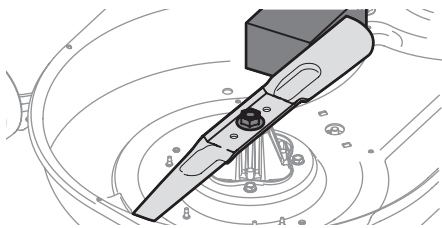

Figura 46
- Coloque un bloque de madera entre el deflector del alojamiento de la plataforma y la cuchilla de corte para que actúe como estabilizador. Consulte la Figura 46.
3. Coloque un bloque de madera entre el deflector del alojamiento de la plataforma y la cuchilla de corte para que actúe como estabilizador. Consulte la Figura 46 en la página 69.